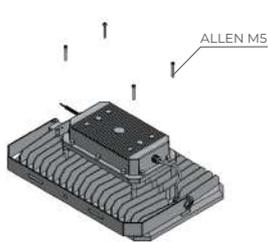

Figura 05
- Retire os parafusos que fixam o alojamento da fonte de alimentação utilizando uma chave Allen M5. Ver figura 05.
④